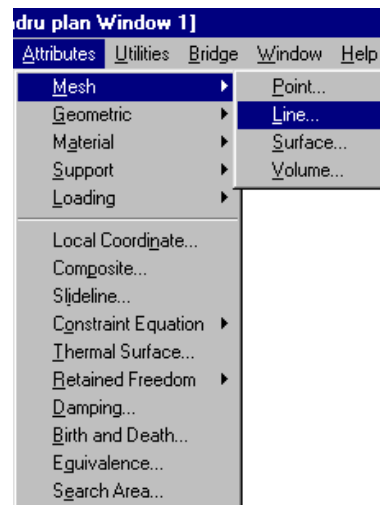

Fig. 12
- se deschide meniul **Attributes**, opțiunea **Mesh, Line...** (fig. 12)